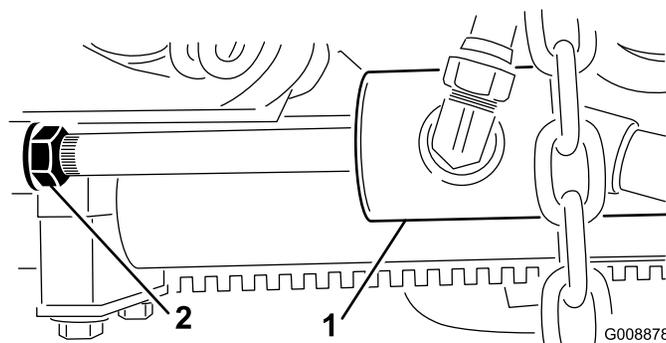

Figure 12
B. Desserrez l'écrou de blocage sur le vérin (Figure 12).